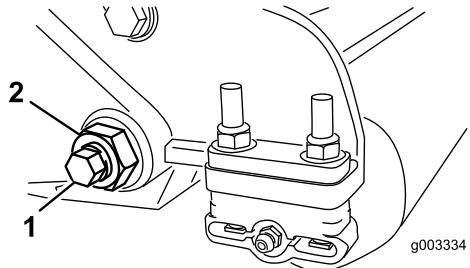
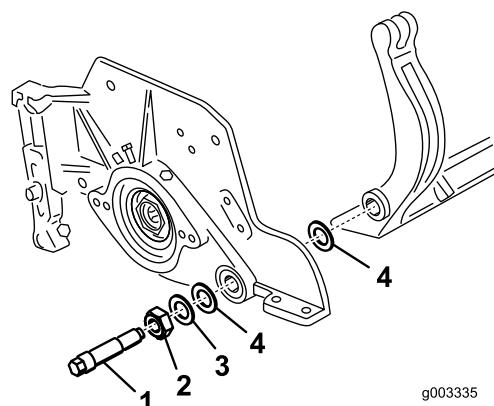

图30
图31
3. 在机器的另一侧松开固定底刀架螺栓图30的锁紧螺母。
4. 拆下两个底刀架螺栓向下拉动底刀架并从机器螺栓图30上拆下来。取下底刀架图31两端的2个尼龙垫圈和1个冲压钢垫圈。
4. 在两个尼龙垫圈的外侧各放一个钢垫圈图31。
上紧底刀螺栓扭矩至 2736N·m。拧紧锁紧螺母直至外部钢垫圈停止旋转且两侧不再松动但不要拧得过紧或导致侧板变形。内侧的垫圈可能有空隙图31。